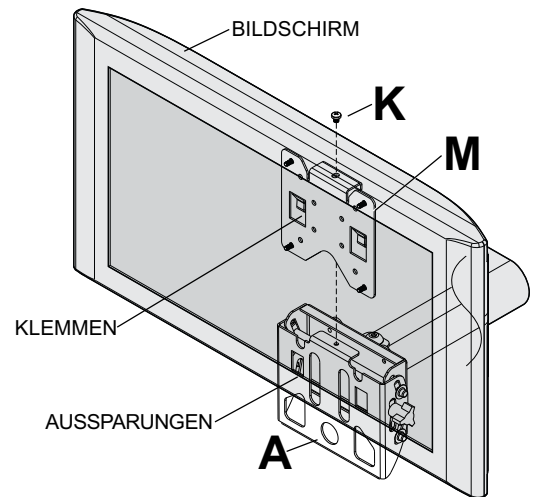
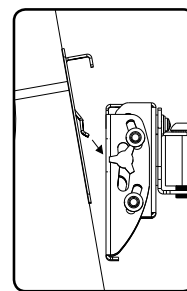
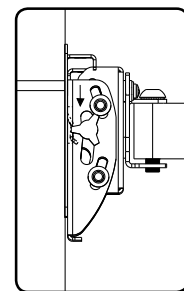

Abbildung. 3.3
Abbildung. 3.1
Abbildung. 3.2
Zur Befestigung des Bildschirms am Wandhalter (A) halten Sie den Bildschirm schräg und senken die Hakenhalterung (M) wie in Abbildung 3.1 dargestellt in die Aussparungen des Wandhalters ab. Nachdem die Klemmen eingerastet sind, drücken Sie sie nach unten, um sie in die Aussparungen einzupassen (siehe Abbildung 3.2). Setzen Sie die M5 Kreuzschlitzschraube (K) ein und ziehen Sie sie fest, um den Bildschirm wie in Abbildung 3.3 dargestellt am Wandhalter zu befestigen.